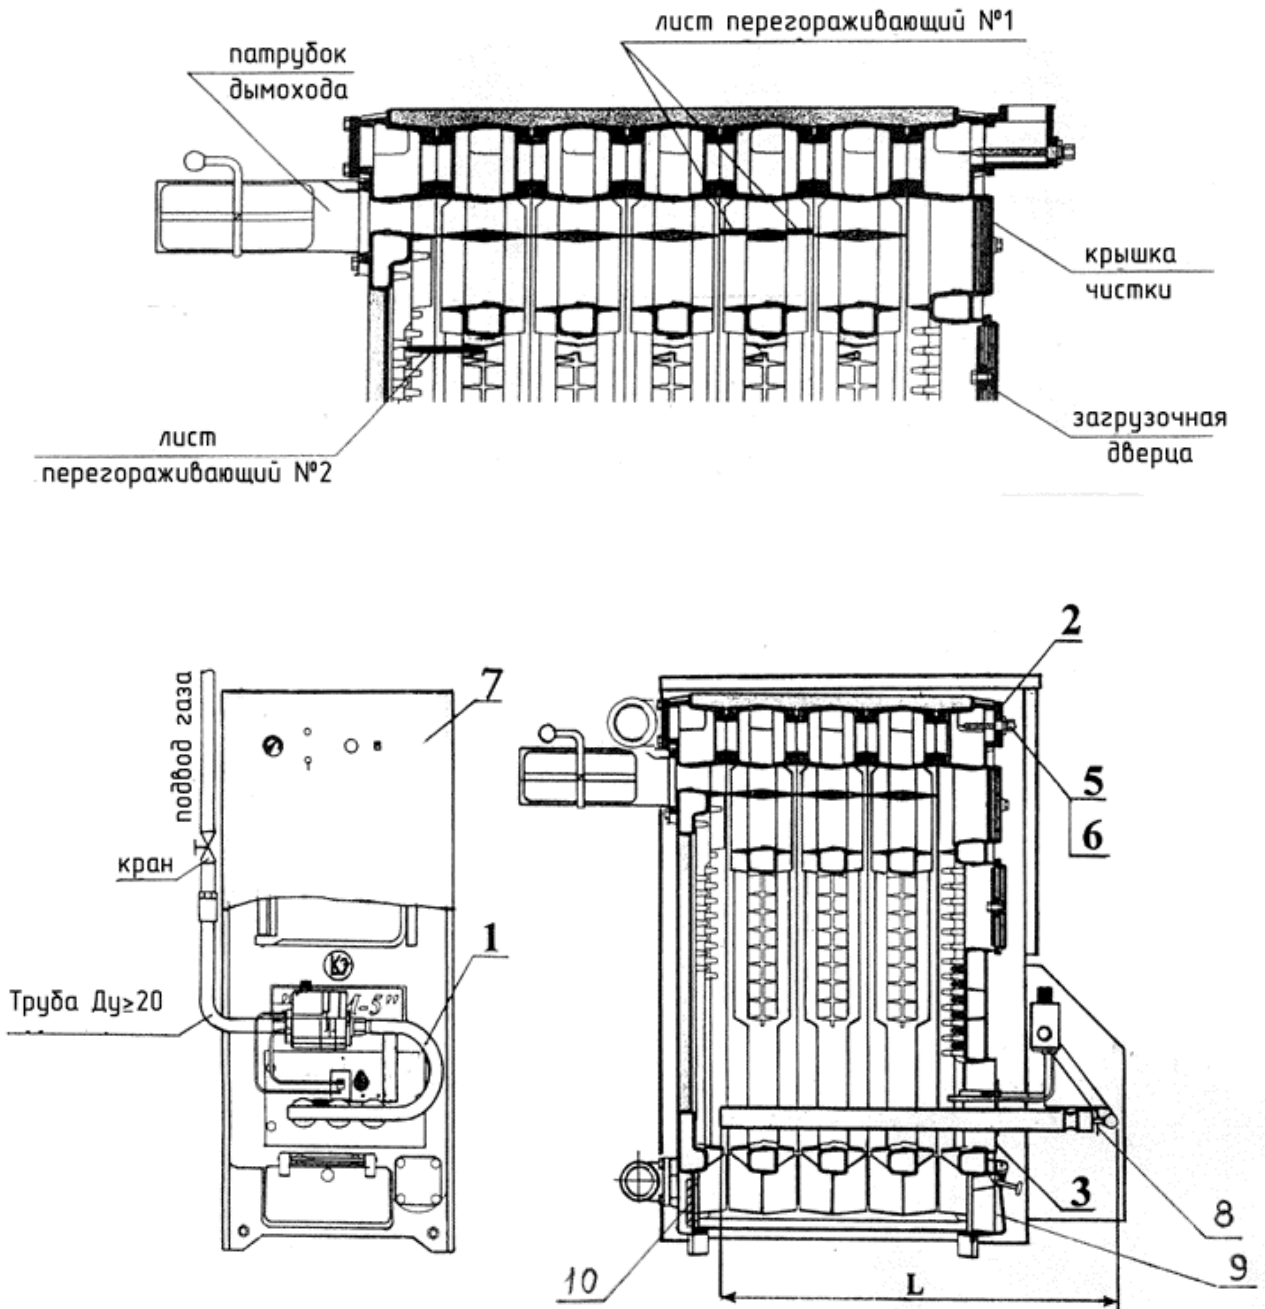

Рис. 2
Плоскость прилегания уплотнить асбестовым шнуром, см. рис.2.
6.12. Установка АГУ «Контур -4» на котлы типа КЧМ-5-К приведена на рис.2.